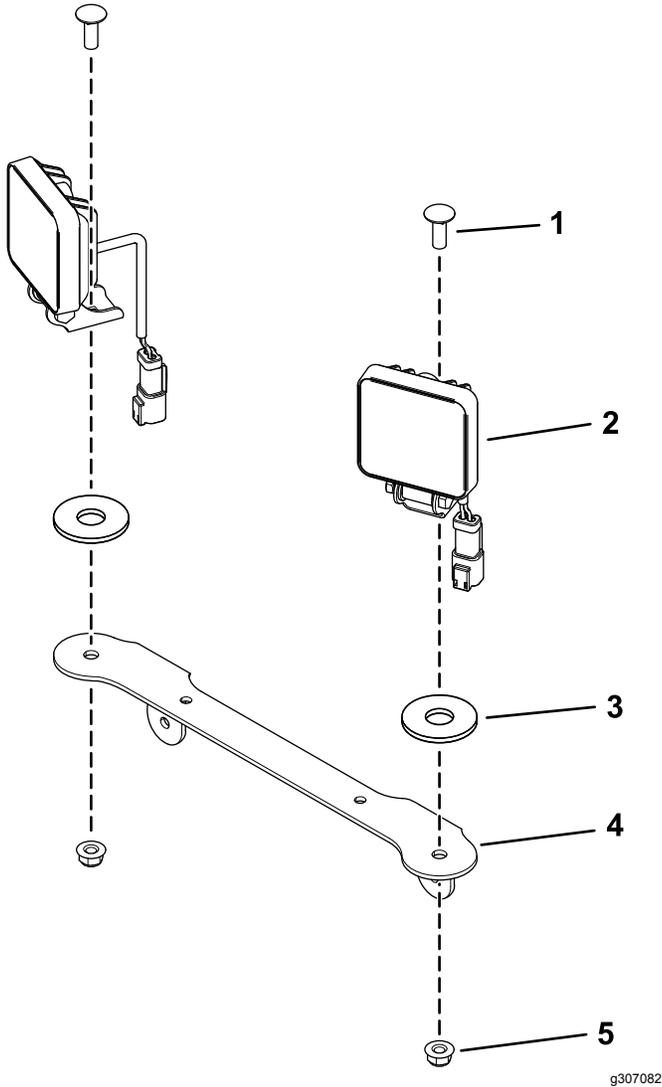

Bild 1
1. Befestigen Sie die beiden LED-Leuchten mit zwei Schlossschrauben (5/16" x 7/8"), zwei Reibscheiben und zwei Bundmuttern (5/16") an der Scheinwerferhalterung, wie in **Bild 1** dargestellt.